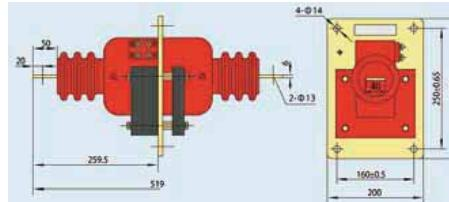

Рис. 6.1 Внешний вид и размеры трансформатора тока LAJ-10(Q) 5~300 А
6.1 Внешний вид и размеры трансформатора тока LAJ-10(Q) 5~300 А (см. рис. 6.1)